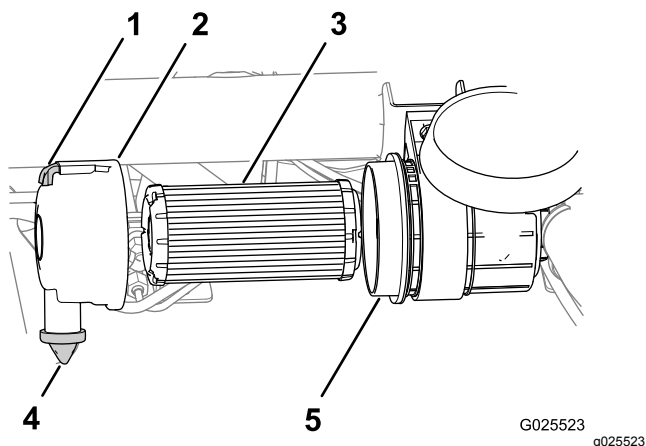

Рисунок 50
1. Потяните защелку наружу и поверните крышку воздушного фильтра против часовой стрелки (Рисунок 50).
3. Извлеките воздушный фильтр из корпуса (Рисунок 50).
4. Начисто протрите внутреннюю поверхность крышки и корпуса воздушного фильтра (Рисунок 50).
5. Снимите резиновый пылезащитный клапан с крышки (Рисунок 50).
6. Очистите канал для выброса грязи, расположенный в крышке воздухоочистителя, полость пылезащитного клапана и замените пылезащитный клапан (Рисунок 50).
8. Вставьте новый воздушный фильтр, нажимая с небольшим усилием на наружный обод фильтра, чтобы посадить его в корпус воздушного фильтра (Рисунок 50).
9. Совместите крышку воздушного фильтра с пылезащитным клапаном в положении «на 6 часов», если смотреть с левого конца крышки (Рисунок 50).
10. Зафиксируйте защелку крышки воздушного фильтра (Рисунок 50).